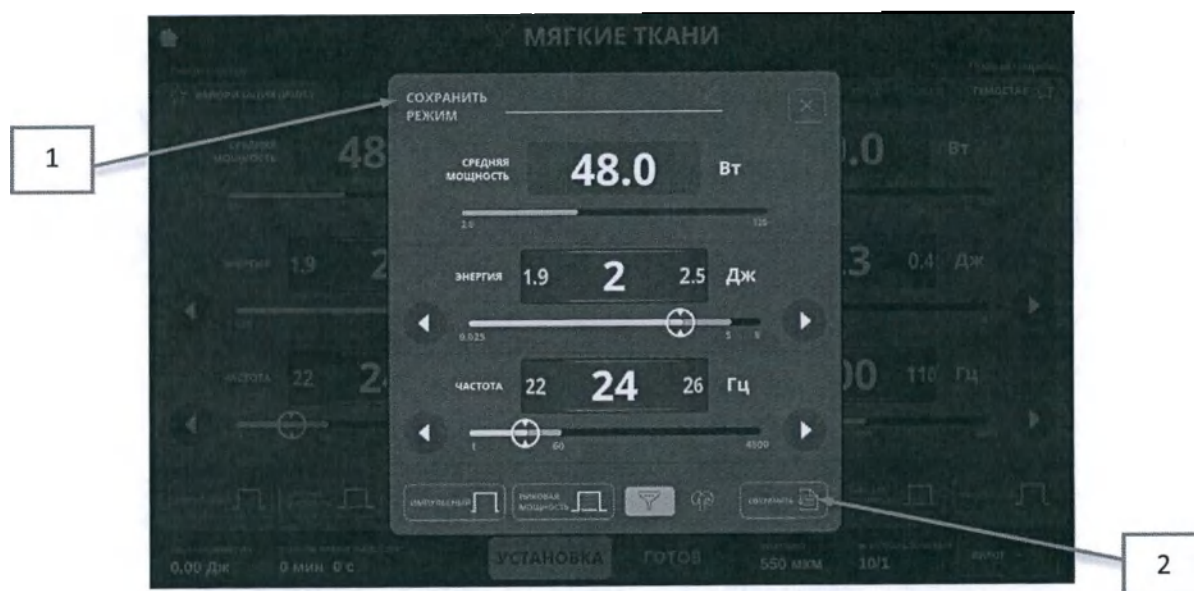
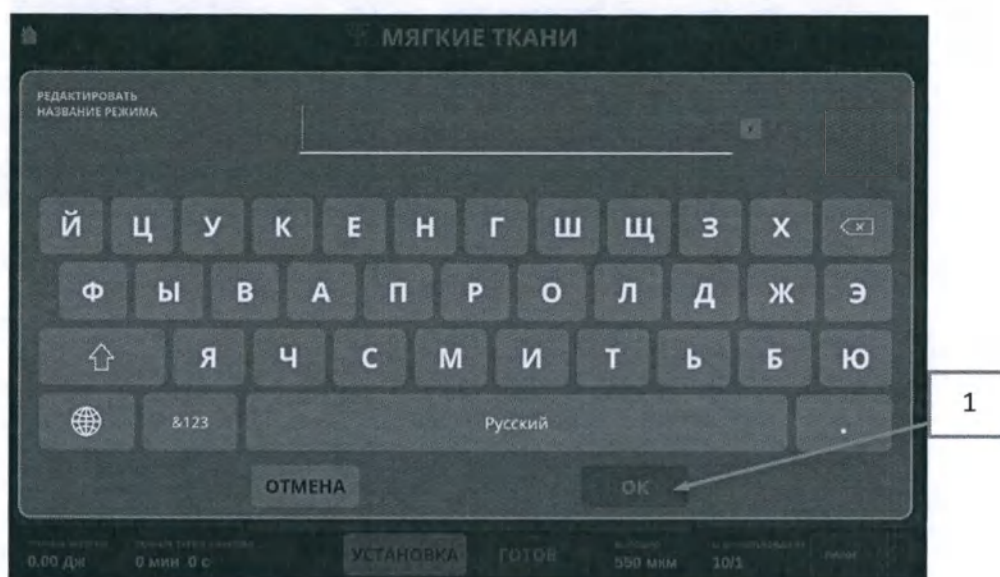

Рис. 29 - Экран сохранения режимов пользователя
Рис. 30 - Экран ввода названия сохраняемого режима пользователя
В появившемся окне (Рис.29) необходимо ввести название сохраняемого режима в поле (1). Для ввода названия нажмите на поле и введите название с помощью виртуальной клавиатуры, появившейся на экране (Рис.30).
После ввода названия режима нажмите кнопку ОК (1) (Рис.30) для возврата на экран сохранения. Для сохранения режима пользователя нажмите кнопку (2) (Рис.29).